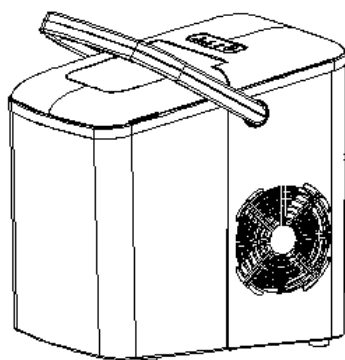

Fig.2
2) Faça a pega alinhar com os orifícios da estrutura e solte as mãos, depois insira a pega nos orifícios da estrutura (ver Fig.2).